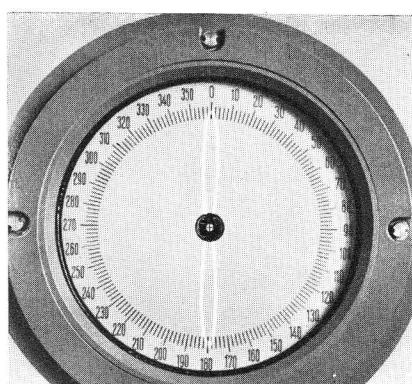
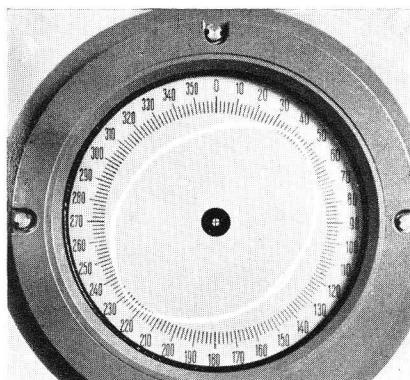

Abb. 33:
Abb. 35:
77. Im Gegensatz zur Gehörpeilung ermöglicht die Sichtpeilung eine dauernde Beurteilung der Peilverhältnisse. So kann man aus der Keulenbreite sowohl Rückschlüsse auf die Empfangsfeldstärke als auch auf den Polarisationszustand der ankommenden Welle ziehen, wobei eine plötzliche Zunahme der Keulenbreite (= Abnahme der Antennenspannung) meist einer ungünstigen, d. h. horizontalen Polarisation entspricht und mit Peilexternen verbunden ist. Wenn z. B. kurz aufeinanderfolgend die in den Abbildungen 33 bis 35 wiedergegebenen Keulenbilder beobachtet werden, so kann man aus der starken Keulenverbreiterung in Abbildungen 34 und 35 gegenüber Abbildung 33 sowie aus der gleichzeitig aufgetretenen erheblichen Peilwanderung (in Abbildung 35 45° gegenüber Abb. 33) ohne weiteres auf Polarisationsinflüsse schließen und annehmen, daß die Peilung der Abbildung 33 richtig ist.